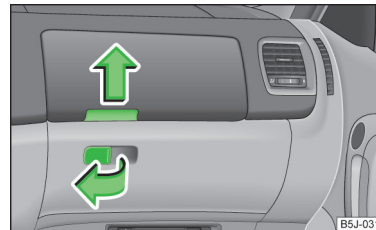

Abb. 66
- Den Griff der Klappe in Pfeilrichtung ziehen  Abb. 66 und die Klappe herunterklappen.